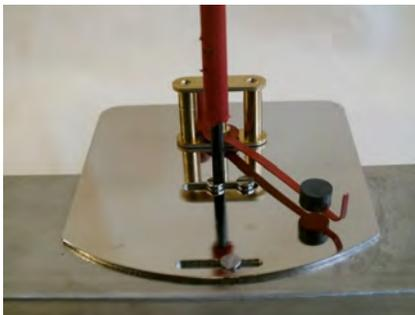

Abb. 41
5.  Befestigungsschrauben der Anzeige-Bodenplatte lösen (Abb. 41) und mit der Anzeige-Bodenplatte abnehmen.